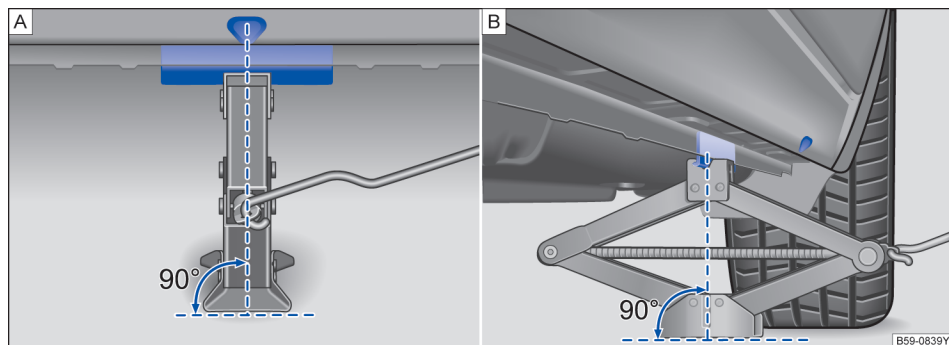
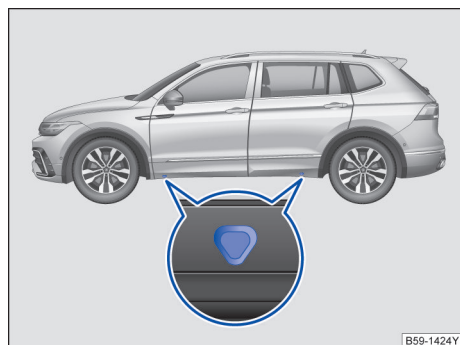

图 239 将千斤顶放在汽车左后侧
图 240 汽车千斤顶的支撑点
汽车千斤顶只允许放置在图示支撑点（车身上的标记）处 → 图 239 或 → 图 240。在每个车轮旁都有相应的支撑点 →
5. 找到汽车千斤顶的支撑点（标记位于车身上）→ 图 240。
8. 调准汽车千斤顶，同时继续摇高千斤顶卡爪，直到卡爪抓住汽车下面的棱边 → 图 239 →